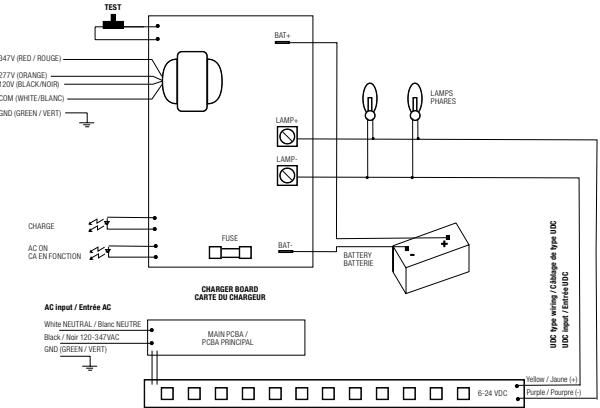

Fig. 4 Ceiling mount
3. A single wire pass-thru and pair of canopy screw knockouts are stamped into the top of the sign. Knock out the appropriate set of three (3) holes (Fig. 4).
6. Mount the sign securely to the ceiling. The hole spacing in the canopy is designed to fit most standard electrical junction boxes. A steel, universal spider plate is supplied to allow mounting to alternate size/type boxes (Fig. 4).
3. Un seul accès pour le fil et une paire de débouchures de vis de couvercles sont estampées sur le dessus de l'enseigne. Défoncer le jeu de trois(3) trous requis (Fig. 4).
6. Installer l'enseigne de façon sécuritaire sur le mur ou le plafond. L'espacement des trous dans le couvercle est conçu pour s'adapter aux boîtes de raccordement électrique standards. Une plaque en acier avec ouvertures de distribution universelles est fournie pour permettre l'installation sur des formats/types de boîtes alternatives (Fig. 4).
Battery may be connected in reverse polarity. Check connections. Connect Positive lead to Positive battery terminal and Negative lead to Negative battery terminal. The lamps should then turn off and the charge indicator should light when AC power is applied (Fig. 4).
La batterie peut être branchée avec la polarité inversée. Vérifier les connexions. Brancher le fil positif à la borne positive de la batterie et le fil négatif à la borne négative de la batterie. Les phares devraient s'éteindre et la lampe témoin de CHARGE devrait s'allumer lorsque l'alimentation CA est en fonction (Fig. 4).